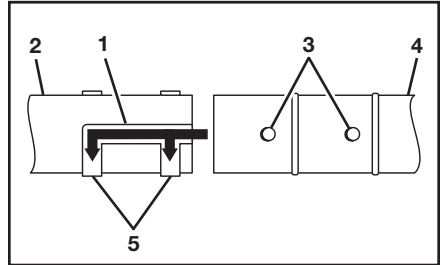

Fig. 3
1. Glissez les fentes (1) dans la buse (2) sur les ergots correspondants (3) qui se trouvent sur le tube à air (4) (Fig. 3).
2. Glissez à fond la buse sur le tube à air, jusqu'à ce que les ergots s'alignent avec les fentes (5) dans la buse.